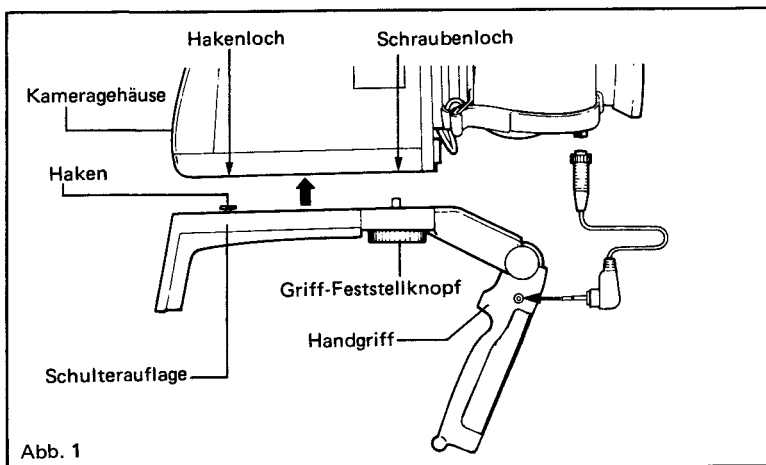

Abb. 1
3. Öffnen Sie den Körperstützverschluss, indem Sie ihn nach oben schieben. (Abb. 1 zeigt die geöffnete Stellung).